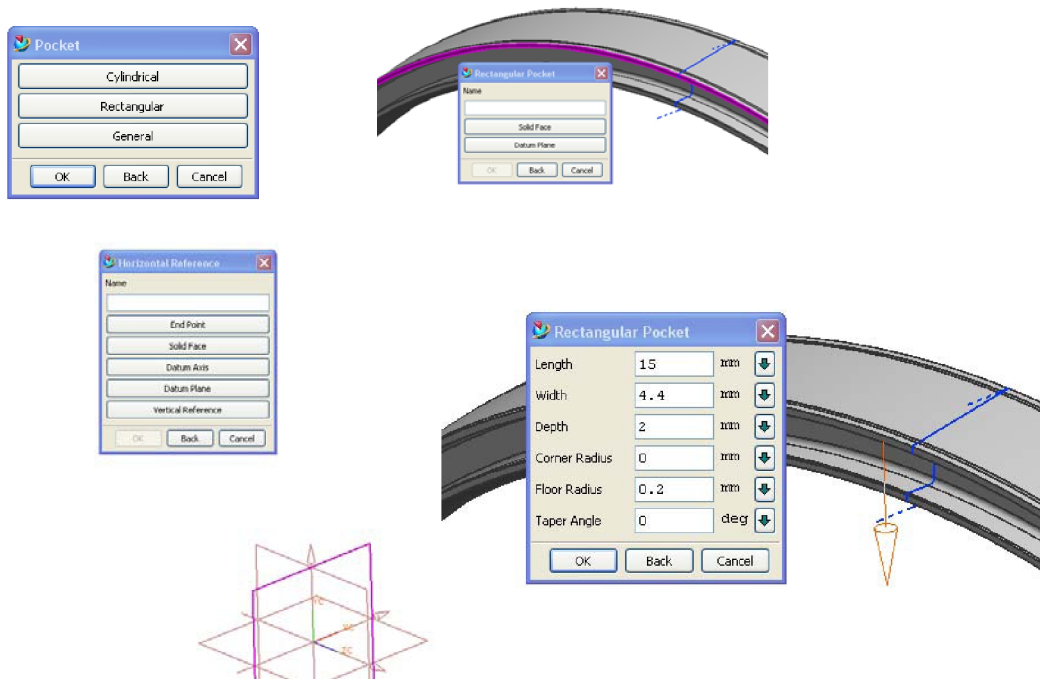
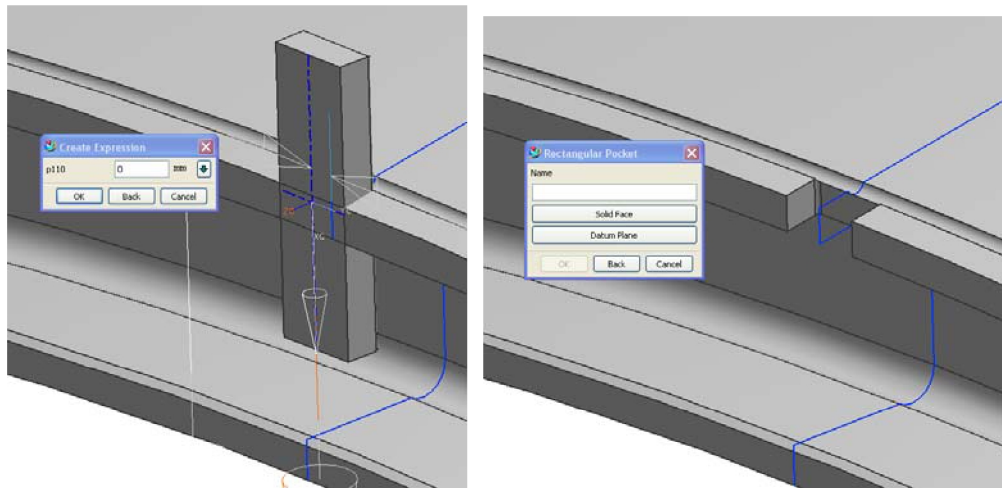
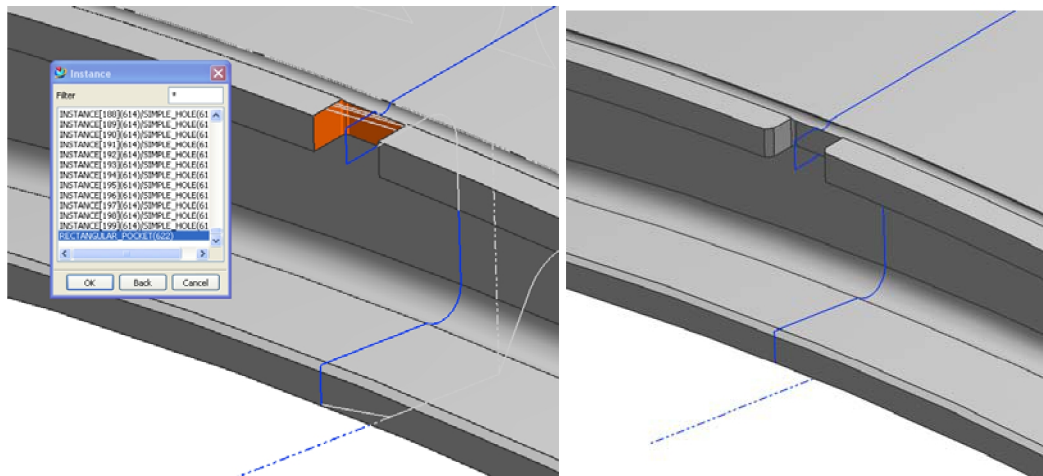

Рис. 78. Задание основных параметров выборки
Рис. 79. Создание выборки
Рис. 80. Создание массива выборок и фаски
10. Создайте 3 паза для фиксации трактовой проставки в окружном направлении. Для этого выберите из меню **Insert** → **Design Feature** → **Pocket...**, в меню **Pocket** выберите опцию **Rectangular**, выберите торцевую поверхность проставки (около наружного диаметра), выберите базовую плоскость **XC-YC** в качестве горизонтальной плоскости выборки, задайте параметры выборки: длина 15 мм, ширина 4.4 мм, глубина 2 мм, радиус скругления основания 0.2 мм, нажмите **OK** (Рис. 78). Задайте положение выборки относительно базовой плоскости 0 мм, нажмите **OK**, **OK** (Рис. 79). Создайте массив из 3 выборок: **Insert** → **Associative Copy** → **Instance...**. Выберите **Circular Array** → **RECTANGULAR_POCKET**, нажмите **OK**. Задайте количество отверстий – 2 и угловой шаг отверстий – 118.68 градусов. Выберем **Datum Axis** и ось **XC**, **OK**. Выберите еще раз базовый **RECTANGULAR_POCKET** и задайте угловой шаг - -118.68, нажмите **OK**. Создайте фаски 0.4x45 на краях выборки (Рис. 80).